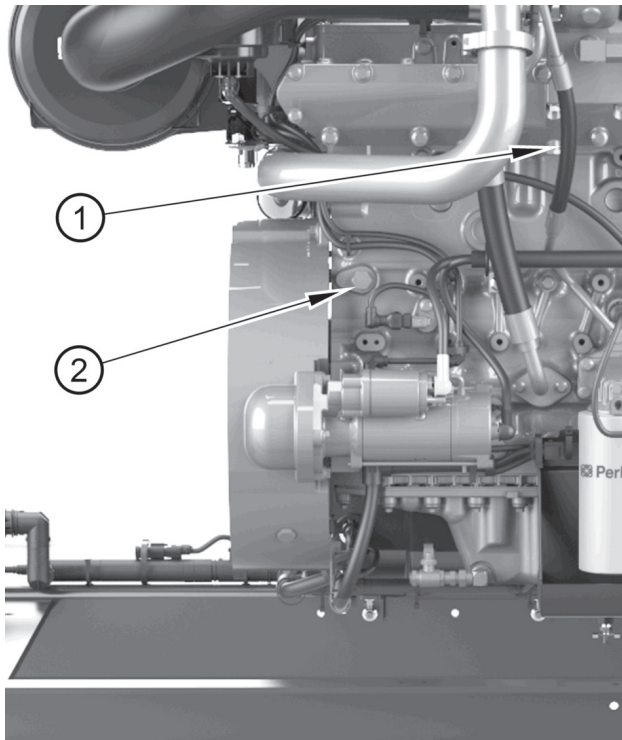

Abbildung 7
3. Entfernen Sie die Ablassschraube (Abbildung 7, Nummer 1) vom Auspuffkrümmer und die Probeentnahmeschraube an der linken Seite des Zylinderblocks.